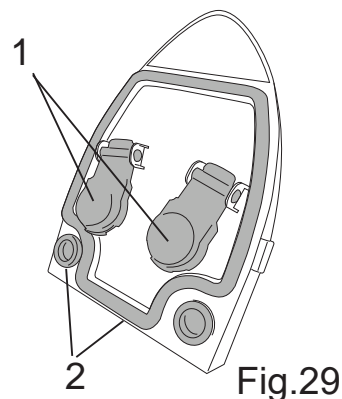

Fig.29
- Vrid locket och kontrollera att flottörerna kan röra sig problemfritt (bild 29-ref.1).
- Gör rent packningarna med en fuktig trasa (bild 29-ref.2).